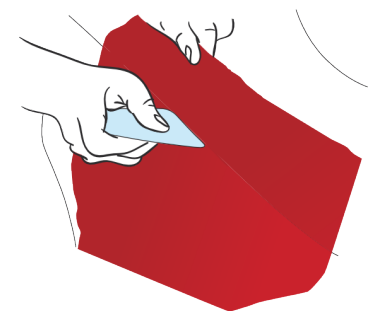

Abbildung 30
- › Zeichnen Sie mit dem Finger die Umriss der Fläche nach. Ziehen Sie die Folie von der angrenzenden Fläche ab und schieben Sie diese mit der Rakel in die Aushöhlung, um den Rand der Dichtung deutlich zu kennzeichnen. (Abb. 30)